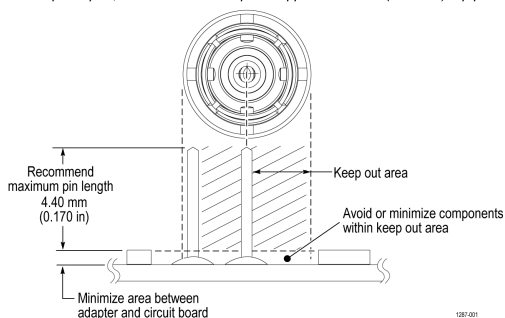

图 20: 适配器间隙要求
焊接引脚可安装到电路板的表面安装组件，但应保留足够的间隙，以便为适配器提供良好的电气连接。 图 20: 适配器间隙要求 on page 41
3. 如有必要，请使用少量的粘合剂进一步增强与电路板的连接。但是，请保持最低的粘合剂高度，以便为适配器提供良好的电气接触。 图 20: 适配器间隙要求 on page 41